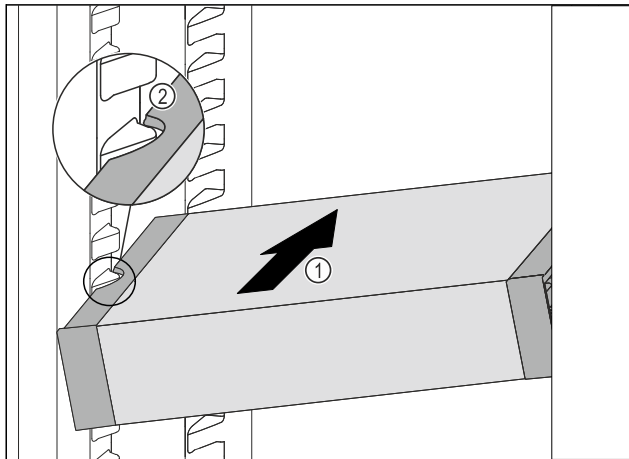

Fig. 125
- VarioSafe schräg in das Kühlteil einschieben Fig. 125 (1), bis sich die seitlichen Aussparungen Fig. 125 (2) des VarioSafes auf Höhe der Behälterrippe im Kühlteil befinden.